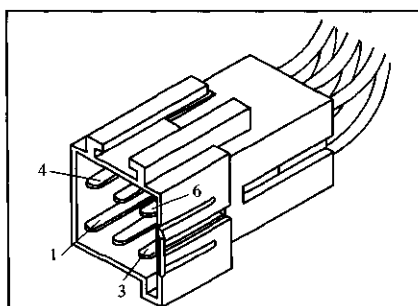

图 7-1-8 数据传输接头视图
(2)数据传输接头:自动变速器电脑数据传输接头,见图 7-1-8;其引脚功能见表 7-1-7。